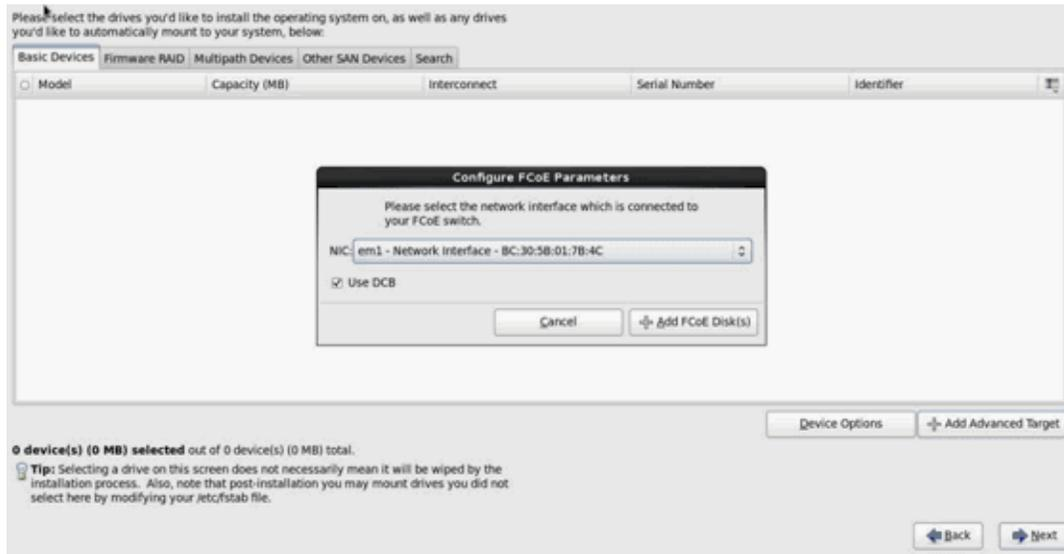

Abbildung 14-27. Konfigurieren von FCoE-Parametern
- Wählen Sie für jede Schnittstelle, die für den FCoE-Boot aktiviert werden soll, die Schnittstelle aus, heben Sie die Auswahl des Kontrollkästchens **Use DCB** (DCB verwenden) auf, wählen Sie **Use auto vlan** (Auto VLAN verwenden) aus, und klicken Sie anschließend auf **Add FCoE Disk(s)** (FCoE-Datenträger hinzufügen) (Abbildung 14-27).